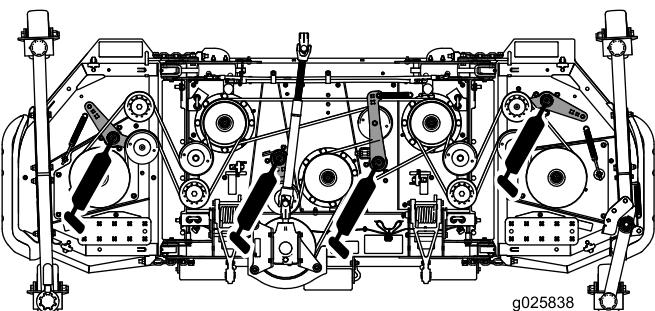

Figura 13
- Pivotes de los brazos tensores (4) (Figura 13)